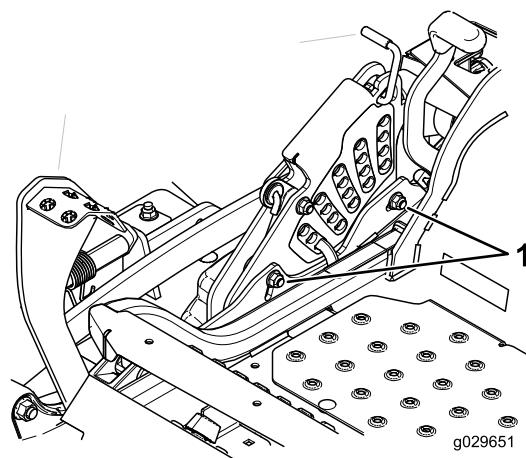

Figura 94
11. Para ajustar el sistema de ajuste de un solo punto, afloje los 2 pernos situados cerca del borde inferior de la pletina de altura de corte (Figura 94).
13. Apriete los 2 pernos en el borde inferior de la pletina de altura de corte (Figura 94).